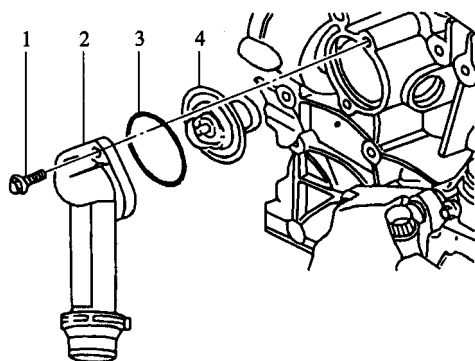

图 1-13 拆卸节温器
- (1) 使发动机前端位于维修工作台上。
- (2) 在点火开关切断的情况下,拔下蓄电池搭铁线。
- (3) 排放冷却液。
- (4) 拆卸 V 带及发电机。
- (5) 从连接体上拆下冷却液管。
- (6) 松开螺栓,取出节温器盖、O 形密封圈和节温器,如图 1-13 所示。